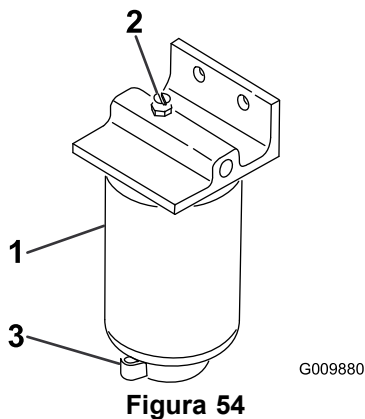

Figura 54
2. Afloje la válvula de vaciado en la parte inferior del cartucho del filtro (Figura 54).
1. Limpie la zona de montaje del cartucho del filtro (Figura 54).